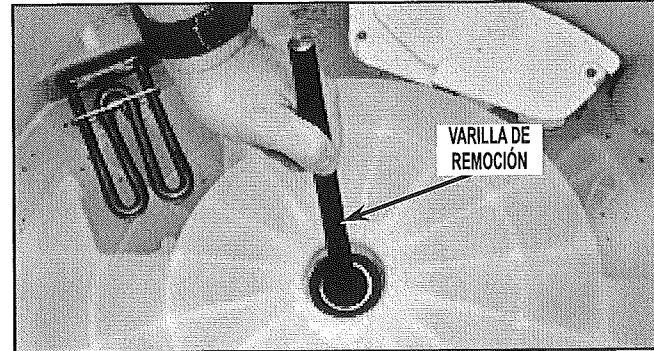

FIGURA 9
13. Saque el rodamiento inferior, la arandela del rodamiento inferior y el tubo espaciador usando la varilla de remoción y el martillo. Vea la *Figura 9*.